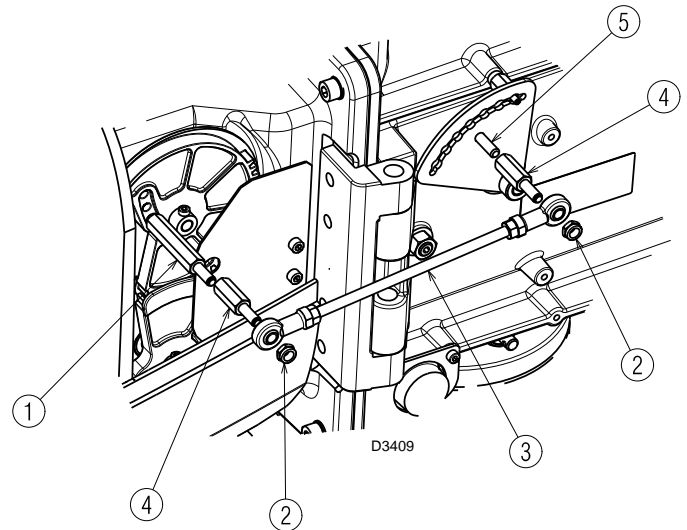

Abb. 15
Wie folgt vorgehen (Abb. 15):
Sollte es aus Verbrennungsgründen notwendig sein, den Abstandhalter (1)(Abb. 15) auf das 1. und 2.
Loch des Zahnrads verschieben zu müssen und sollte das Scharnier gleichzeitig rechts angebracht sein, ist die Montage der mit dem Brenner gelieferten Abstandhalter (4)(Abb. 15) Pflicht.